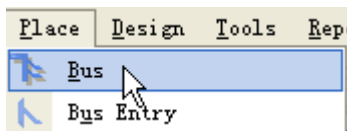

图 7-16 Place 菜单
(1) 单击 Wiring 工具栏上的放置总线工具按钮 ，或者选择主菜单中的 Place→Bus 命令（快捷键 P, B），如图 7-16 所示。